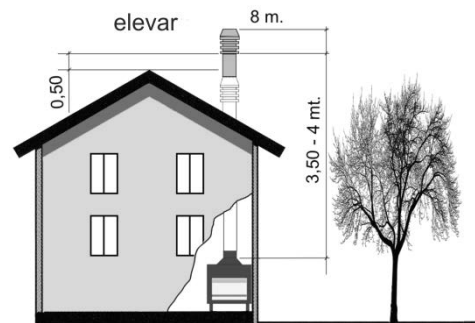
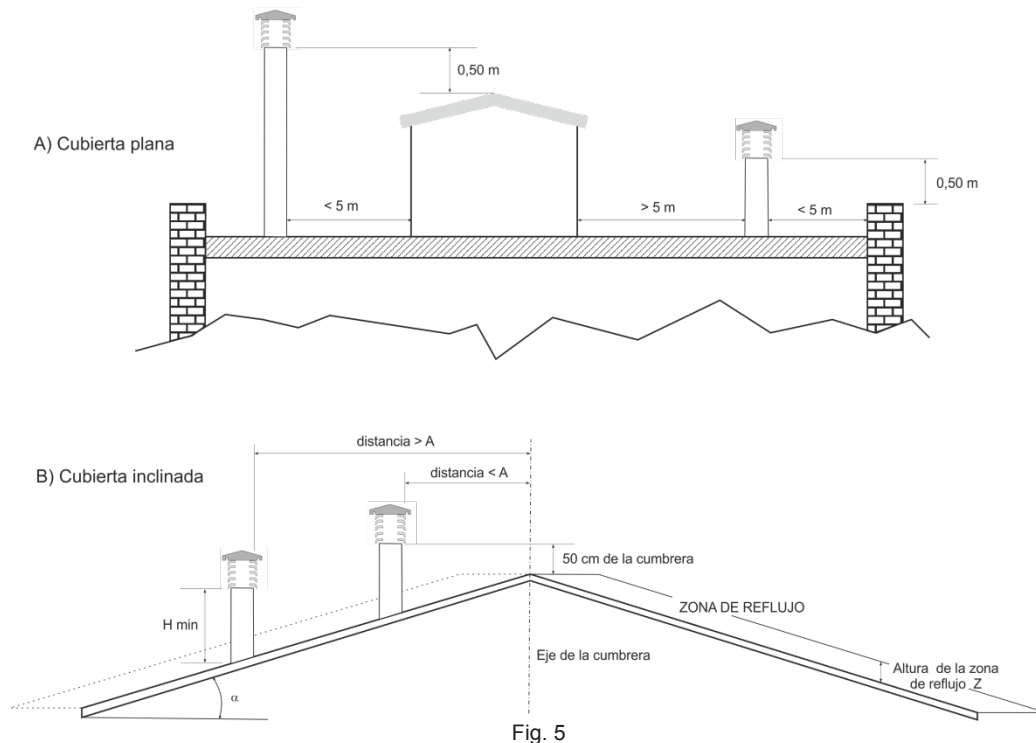

Fig.4
Fig. 5
- El sombrerete se debe ubicar de modo que garantice una dispersión y dilución adecuada de los productos de combustión y, en cualquier caso, fuera de la zona de reflujó. Esta zona tiene tamaños y formas diferentes, dependiendo del ángulo de inclinación de la cubierta, por lo que es necesario adoptar las alturas mínimas que se muestran en la fig.4 y en la fig. 5.
- Cualquier edificio u otro obstáculo situado a una altura superior a la del sombrerete no debe estar cerca del propio sombrerete (fig. 4).